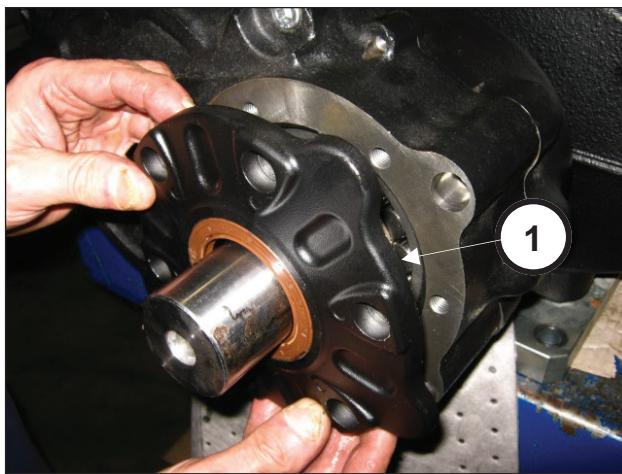

Fig. 80
Insira a tampa do pinhão no seu lugar (pos. ①, Fig. 80).